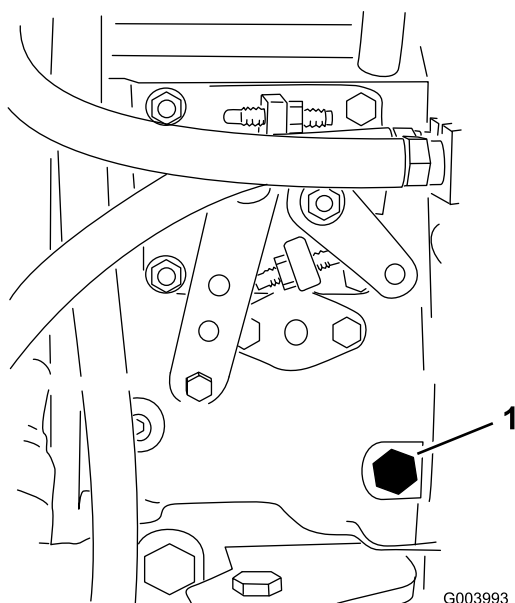

Figura 18
3. Abra el tornillo de purga de aire de la bomba de inyección de combustible (Figura 18) con una llave de 12 mm.